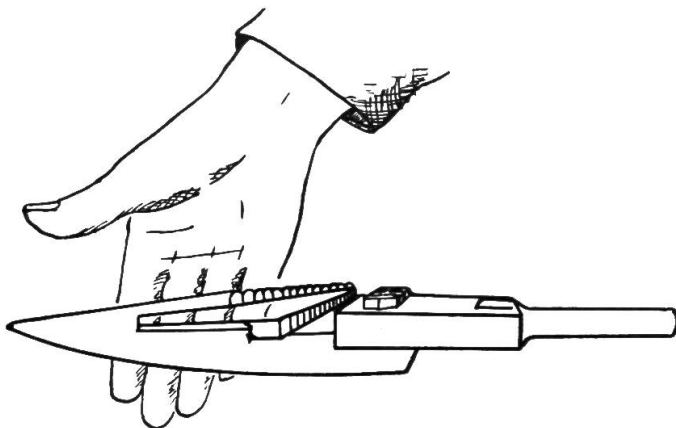

Abb. 4:
2. Kontrolle der Finger. Zu hohe Finger aufsuchen durch visieren über die Fingerplatten (Abb. 4). Richten mit Hammer, aber auf geeigneter Unterlage, sonst werden lediglich die Fingerschrauben gestreckt.